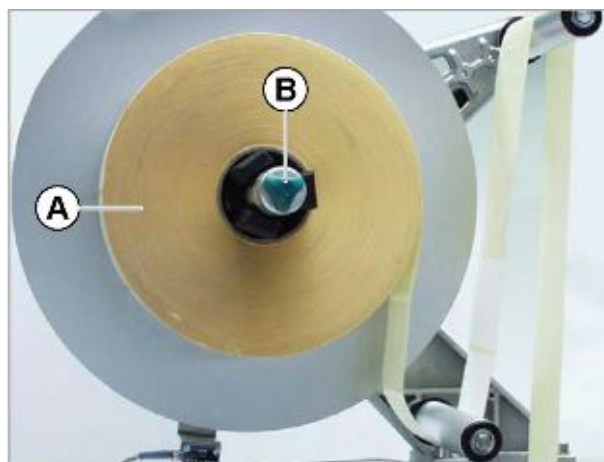

Рис. 6. Установка на размотчик рулона с этикетками
2. Наденьте рулон с этикетками (Рис. 6А) на сердечник размотки до упора.
3. Поверните фиксатор (Рис. 6В) по часовой стрелке, чтобы закрепить рулон с материалом на размотчике.